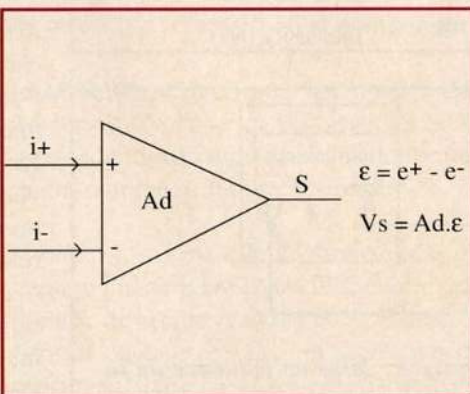

Figure 3 : Les courants d'entrée d'un AOP attaquent la base des transistors de l'étage différentiel. De très faible valeur, ils sont considérés comme nuls.
- Autre caractéristique d'un AOP : les courants d'entrée comme le montre la figure 3.